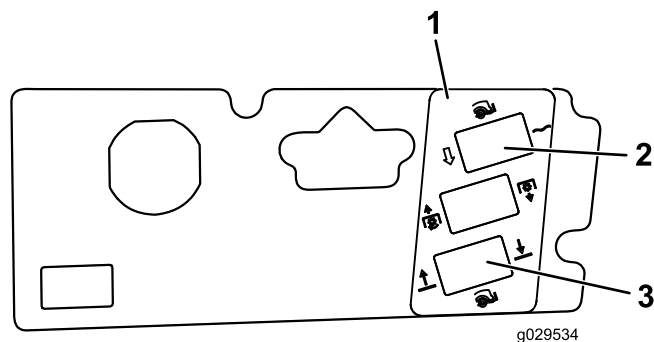

Figura 24
8. Limpie la superficie del panel de control, y coloque la pegatina alrededor de los huecos (Figura 24).
9. Introduzca los interruptores en los huecos de montaje correspondientes (Figura 24).